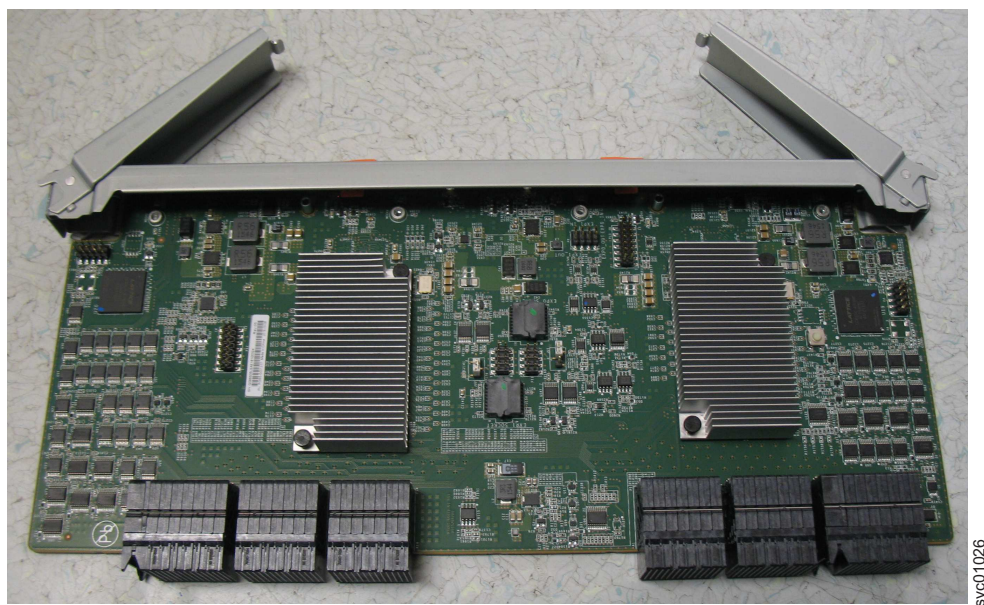

图 66. 打开辅助扩展器模块手柄
3. 将新的辅助扩展器模块上的两个手柄旋转到打开位置，如图 66 中所示。